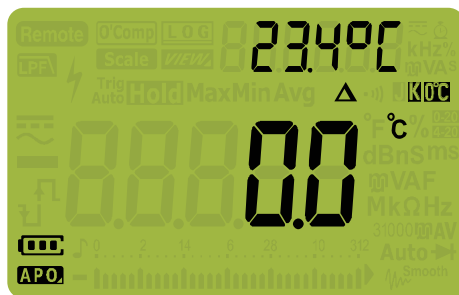

图 2-29 没有环境补偿的温度测量
- 1 要测量温度，可将旋转开关转到 \rightarrow ，然后按 **Esc Shift View** 一次。按图 2-29 所示设置万用表。